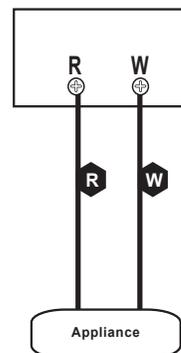

Figure 23.2
5. Connectez le fil du thermostat aux bornes de B et R (**Figure 23.2**).